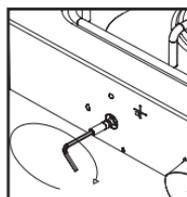

Fig. 13
3. Inserte la llave Allen/Bristol (contenida en el kit de conversión) en el espigo de la válvula y gírelo en el sentido de las manecillas del reloj $\frac{1}{4}$ de vuelta hasta obtener la llama deseada, ver fig. 13.